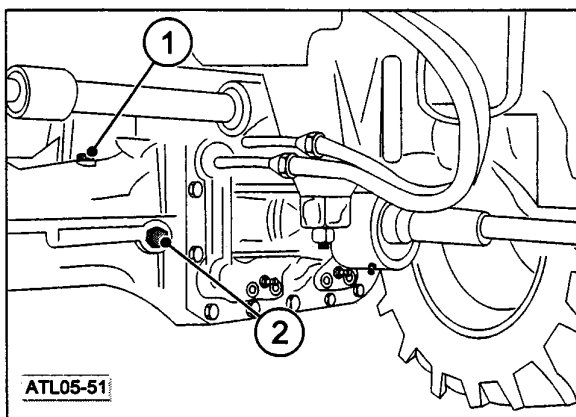

Fig.5-51 -Eje delantero
Cuando del agujero de descarga no sale ya aceite, volver a enroscar el tapón (1) Fig.5-51) y reabastecer con aceite nuevo por el tapón (1- Fig.5-51) hasta alcanzar el nivel del tapón (2- Fig.5-51).
Volver a montar los tapones (1 y 2 Fig.5-51).